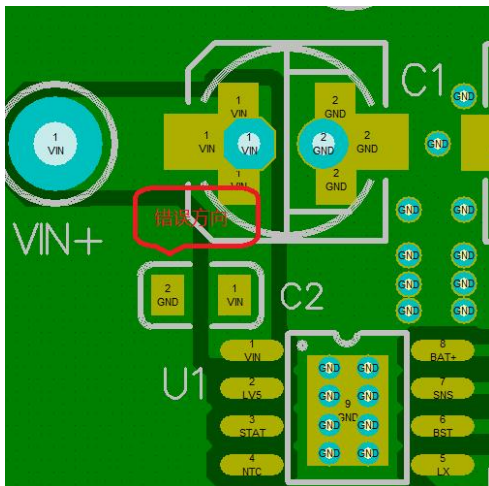

图 2(C2 电容错误方向)
- 2、输入小容量贴片电容 C2 尽量靠近芯片第一脚和底盘，注意 C2 的放置方向，尽量放置在输入大电流回路，如下图 2, 3 所示：